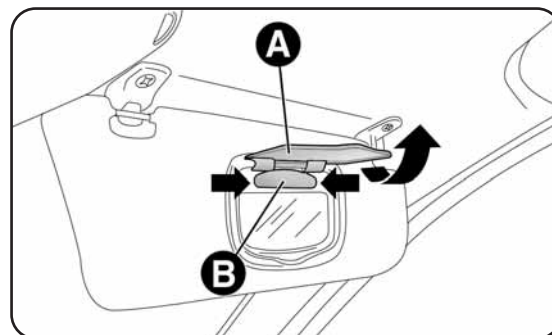

fig. 35
- ouvrir le rabat A-fig. 35 du miroir ;